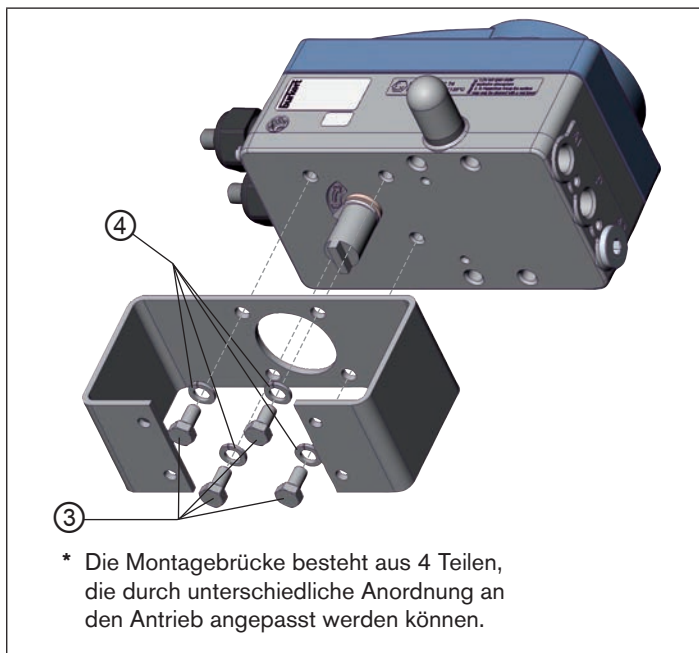

Bild 12: Montagebrücke befestigen (schematische Darstellung)
- Die Montagebrücke mit 4 Sechskantschrauben ③ und Feder- ringen ④ an Typ 8792/8793 befestigen (siehe „Bild 12“).